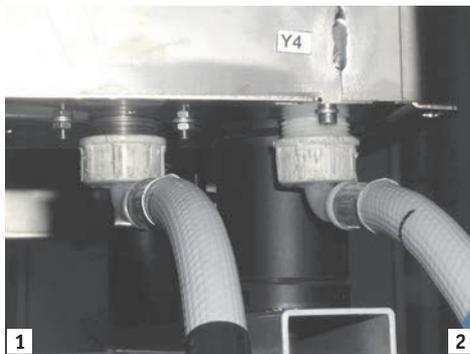

Bild IV.9: Wasseranschluss - 1. nicht aufbereitetes Wasser
- Der Kombisteamer hat zwei Wasseranschlüsse: für aufbereitetes und nicht aufbereitetes Wasser. Beim Einsatz einer Enthärter-Einheit schliessen Sie wie in Bild IV.9 an